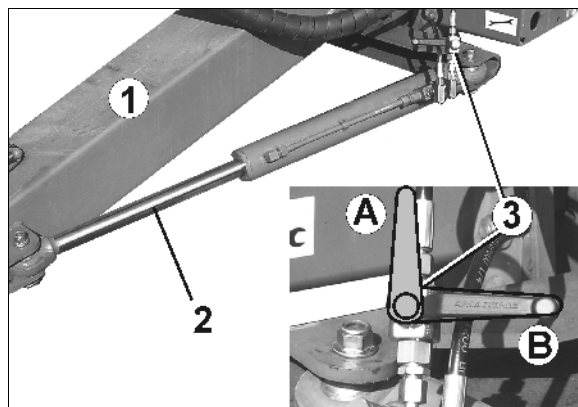

Bild 112
- Styrbart drag: Stäng avstängningskranen (Bild 112/3) på hydraulcylindern (position B).
Innan sprutningsarbetet påbörjas ska avstängningskranen för det styrbara draget (Bild 112/3) på hydraulcylindern öppnas (position A)!